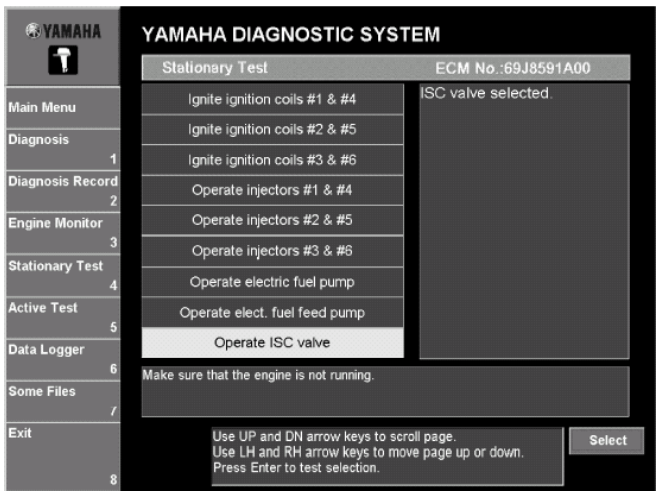

Рис. 88
1. Выбрать тест, который будет выполняться, и затем щелкнуть **Выбор(Select)** или нажать клавишу Enter, на клавиатуре (Рис. 88)